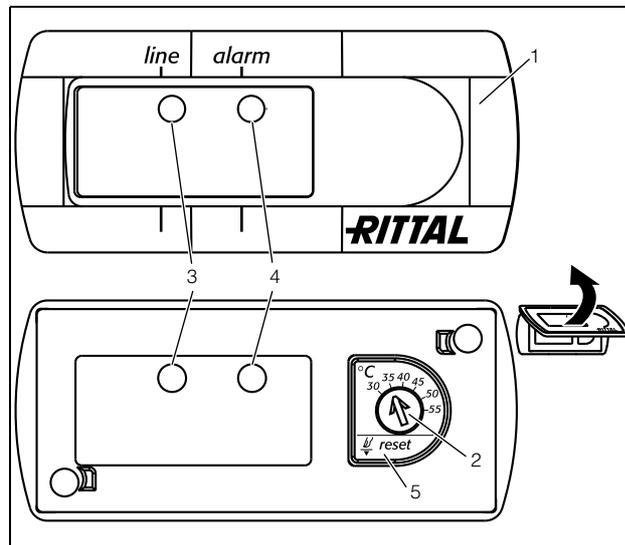

Fig. 33: Controllo Basic
- Impostare la temperatura nominale richiesta sull'apposito regolatore (fig. 33, pagina 21).
- Premere il pulsante di Reset (fig. 33, nr. 5) per almeno 3 sec.